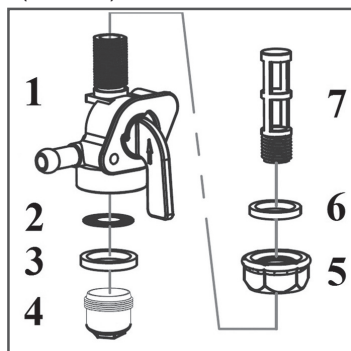

Рис. 24 Устройство топливного крана
Устройство топливного крана показано на Рис. 24.
2. Открутите контргайку 5 на 1-2 оборота (Рис. 24).
4. Открутите стакан отстойника 4 и слейте из него бензин в подготовленную для этого емкость (Рис. 24).
- Извлеките из корпуса топливного крана 1 уплотнительное кольцо 3 и сетчатый фильтр 2 (Рис. 24).
- Выкрутите из корпуса топливного крана сетчатый фильтр 7 (Рис. 24).
1. Слейте топливо из топливного бака и карбюратора (Рис. 24).